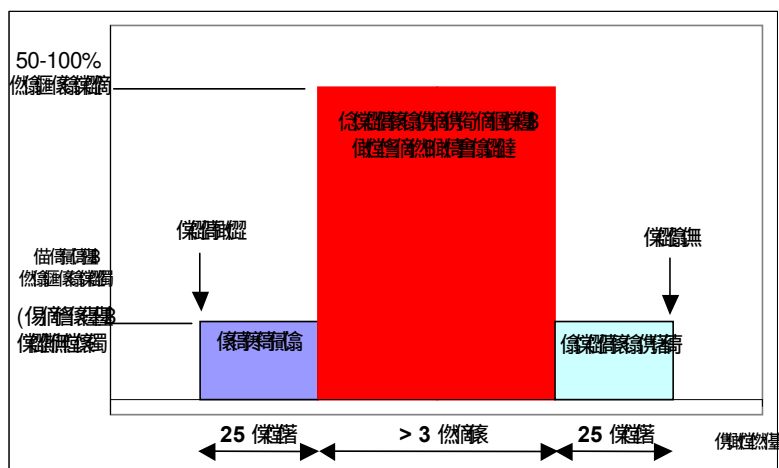

Рисунок 3-Z: Запуск и остановка компрессора;
По этой причине, чтобы остановить и перезапустить компрессор с шагом минимальной мощности, клапан (14) должен быть включен примерно на 25 секунд перед выключением компрессора, см. Рисунок 3-Z. Кроме того, клапан (14) должен оставаться под напряжением во время периодов простоя компрессора. Процедура запуска и остановки, показанная на рисунке 3-Z, должна соблюдаться для всех винтовых компрессоров, как в ступенчатом, так и в бесступенчатом исполнении, поскольку это позволяет избежать шумного останова из-за временного обратного вращения с высоким массовым расходом.